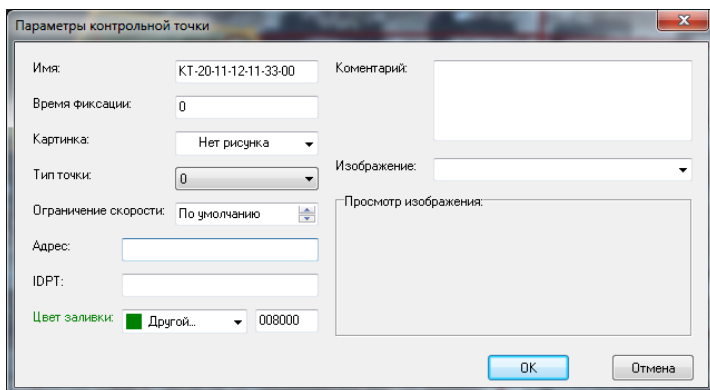

Рис.18 – Редактирование параметров контрольной точки.
- Завершить рисование можно, нажав клавишу **Enter**. После нажатия клавиши **Enter** появится окно **Параметры контрольной точки** (рис.18). В этом окне необходимо указать параметры контрольной точки.
- **Параметры контрольной точки** – вызвать меню настройки параметров контрольной точки (рис.18).
Для преобразования трека необходимо нажать кнопку **Преобразовать трек в КТ**. При этом откроется окно редактирования параметров контрольной точки (рис.18). В этом окне пользователь может настроить необходимые параметры новой контрольной точки. Эта контрольная точка будет добавлена в текущий список КТ.